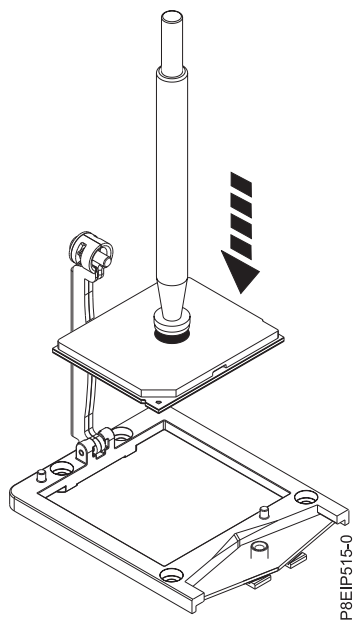

Figura 54. Bajar el procesador en el zócalo
- a. Baje el lápiz y el módulo de procesador del sistema hasta el zócalo como se muestra en la Figura 54 en la página 51. Alinee la esquina biselada del procesador con la esquina biselada del zócalo. Tenga cuidado al bajar la herramienta porque debe hacerlo de forma uniforme sin desequilibrar el procesador.